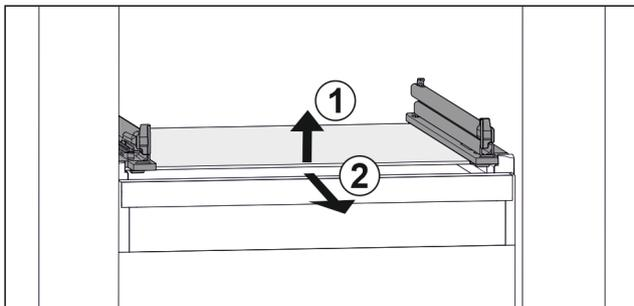

Fig. 100 Representación de la placa de vidrio a modo de ejemplo
- ▶ Levante la placa de vidrio por delante. Fig. 100 (1)
- ▶ Retire la placa de vidrio hacia delante. Fig. 100 (2)